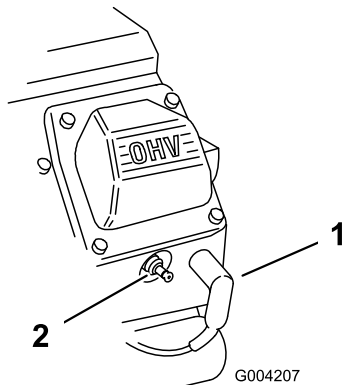

Figura 33
3. Desconecte los cables de las bujías (Figura 33).
3. Conecte los cables a las bujías (Figura 33).